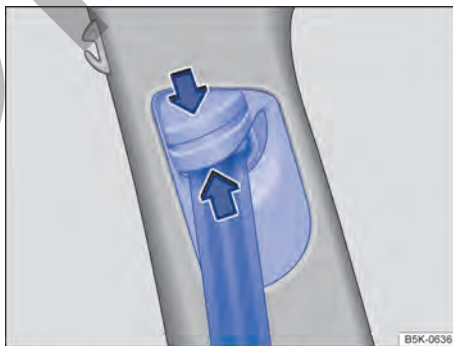

Fig. 33 Junto a los asientos delanteros: regulador de la altura del cinturón.
- Comprima el dispositivo de reenvío en el sentido de las flechas y manténgalo en esta posición → **fig. 33**.